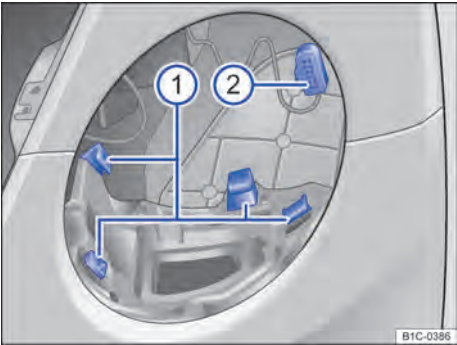

Fig. 177 Guias ① e conector ② para montagem do farol dianteiro esquerdo.
2.	Colocar o conector ⇒ Fig. 177 ② na carcaça do farol.